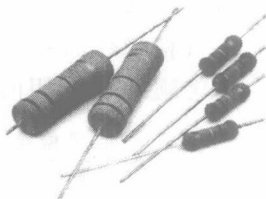

图 1.9 薄膜电阻
① 线绕电阻:通用线绕电阻、精密线绕电阻、大功率线绕电阻、高频线绕电阻。
② 薄膜电阻:碳膜电阻、合成碳膜电阻、金属膜电阻、金属氧化膜电阻、化学沉积膜电阻、玻璃釉膜电阻、金属氮化膜电阻,如图 1.9 所示。
③ 敏感电阻:压敏电阻、热敏电阻、光敏电阻、力敏电阻、气敏电阻、湿敏电阻。
① 标称阻值:电阻上面所标示的阻值。
② 允许误差:标称阻值与实际阻值的差值与标称阻值之比的百分数称为阻值偏差,它表示电阻的精度。
③ 额定功率:在正常的大气压力及环境温度条件下,电阻长期工作所允许耗散的最大功率。
④ 温度系数:温度每变化 1°C 所引起的电阻值的相对变化。阻值随温度升高而增大的为正温度系数(PTC),反之为负温度系数(NTC)。